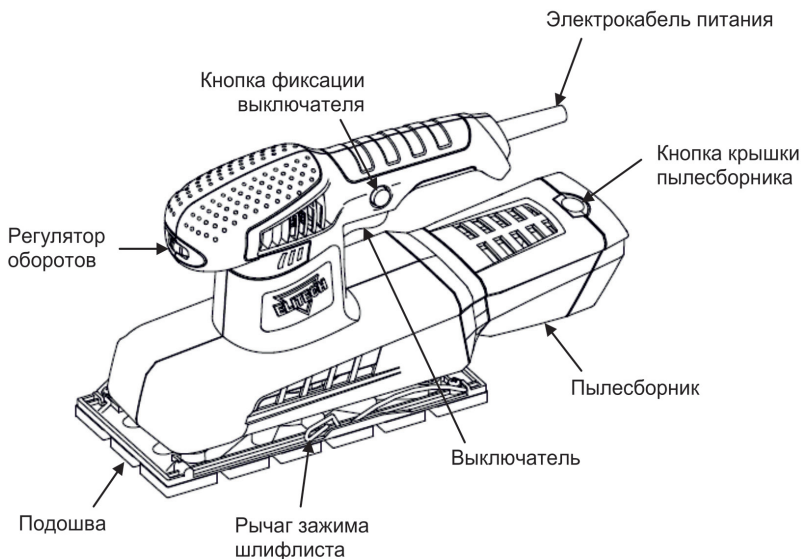

Рис. 1
Для включения инструмента нажмите на выключатель (Рис. 1), для выключения инструмента отпустите выключатель.
Скорость шлифования может плавно меняться от 6000 до 12000 об/мин. поворотом колеса регулятора оборотов (Рис. 1) от положения 1 до положения «МАХ». В положении «МАХ» скорость максимальна, в положении 1 – минимальна.
- Отрегулируйте количество оборотов двигателя регулятором оборотов (Рис. 1).